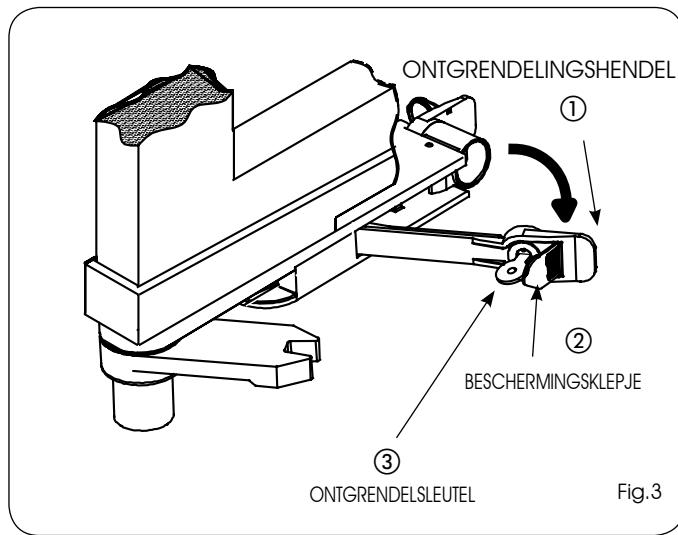

Fig.3
- 1) Open het beschermingsklepje (Fig.3 ref.(2)).
- 2) Steek de ontgrendelsleutel in het slot (Fig.3 ref. ③) en draai hem tot hij niet verder kan.
- 3) Trek de ontgrendelingshendel naar u toe (Fig.3 ref.(1)).